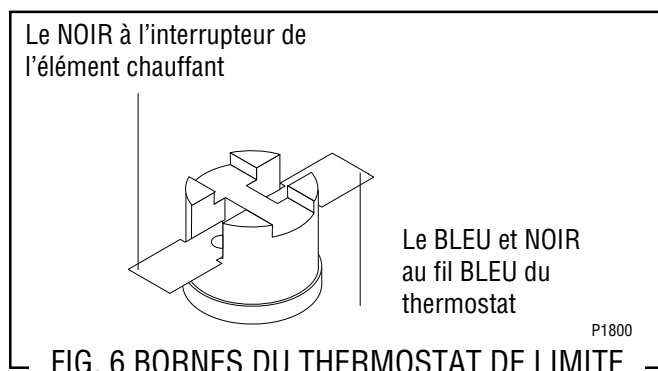

FIG. 6 BORNES DU THERMOSTAT DE LIMITE
4. Consulter la fig. 6 pour rebrancher les fils.